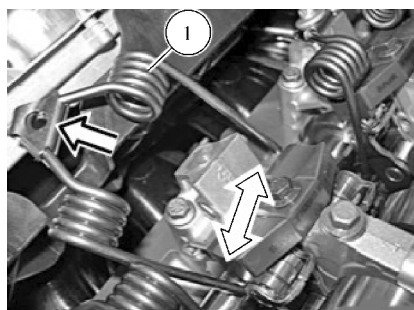

图 14-19 取下复位弹簧
9) 如图 14-19 所示，将节气门复位弹簧 1 向上拉动，并在末端上张开，直到节气门复位弹簧 1 能够通过滑块取下。